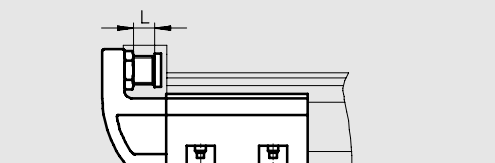

Bild 4 / Fig. 4
- el margen de posición final ajustable y admisible L (→ Fig. 4/5) del tope y el ajuste preciso de las posiciones finales.
- la zone des positions de fin de course admissibles ajustables L (→ Fig. 4/5) de la butée pour le réglage fin de la position de fin de course.
- l'intervallo fincorsa regolabile amm. L (→ Fig. 4/5) della battuta per la regolazione di precisione dei fincorsa.